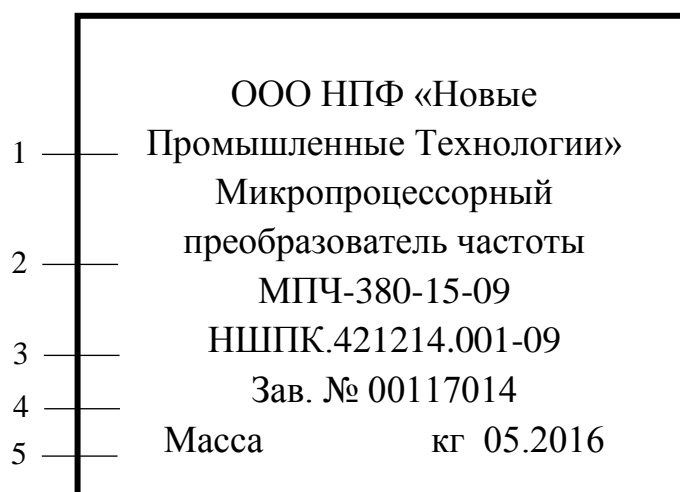

Рисунок 4 – Маркировочная табличка
1.5.1 Маркировка изделия (см. рис. 4) содержит: